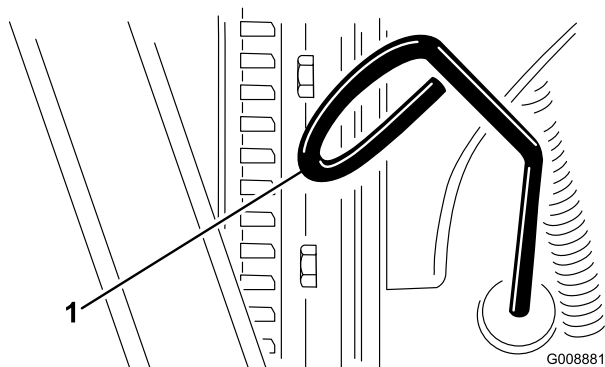

Figure 20
2. Retirez la jauge (Figure 20) et essuyez-la sur un chiffon propre.